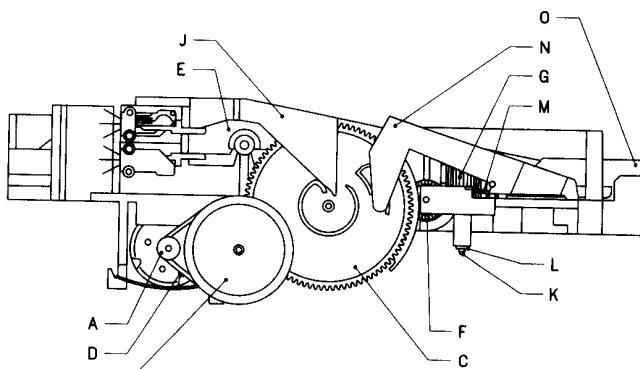
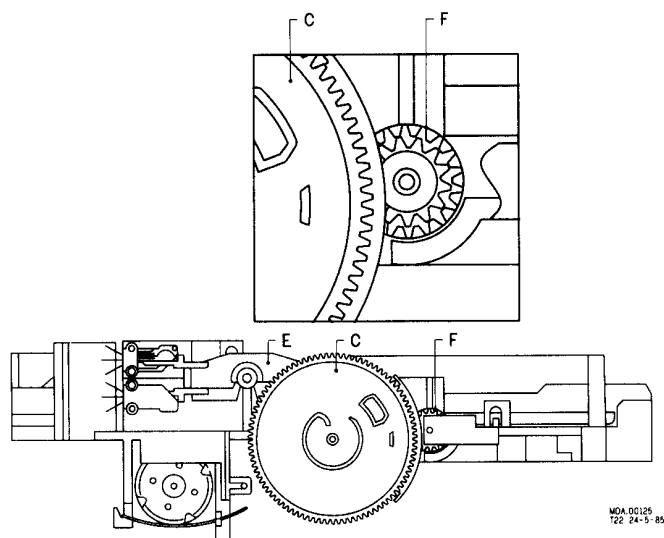

Fig. 4
Fig. 5
- Zorg ervoor dat de opening in tandwiel F vertikaal staat (zie Fig. 4) en breng kamwiel C aan op de manier zoals in Fig. 5 aangegeven.